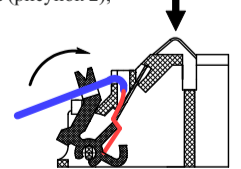

Рисунок 2
- ввести в канал провод и зафиксировать его, поджав кнопку-зажим до упора (рисунок 2);
– проверить надежность соединения для чего необходимо надавить на изгиб контакта, имитируя нажим извещателем (рисунок 2) и потянуть провод на себя;
- завести провод в паз, расположенный на кнопке-зажиме (рисунок 2).